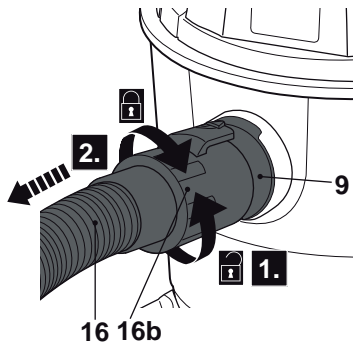

Fig. 13
- > Rode o conector da mangueira (16b) no sentido contrário ao dos ponteiros do relógio a partir da entrada de ar (9) para desconectar a mangueira (16) após a utilização (Fig. 13).